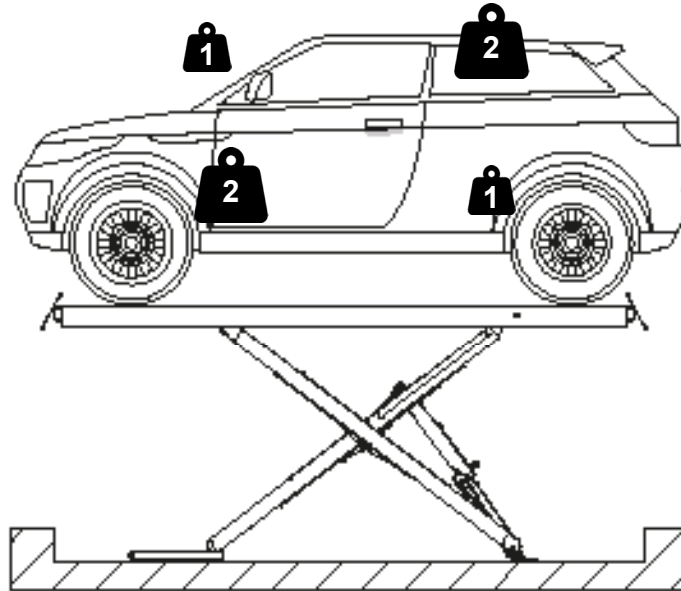

Abb. 1
- 1:2 / 2:1 (reversibel) (Abb. 1).